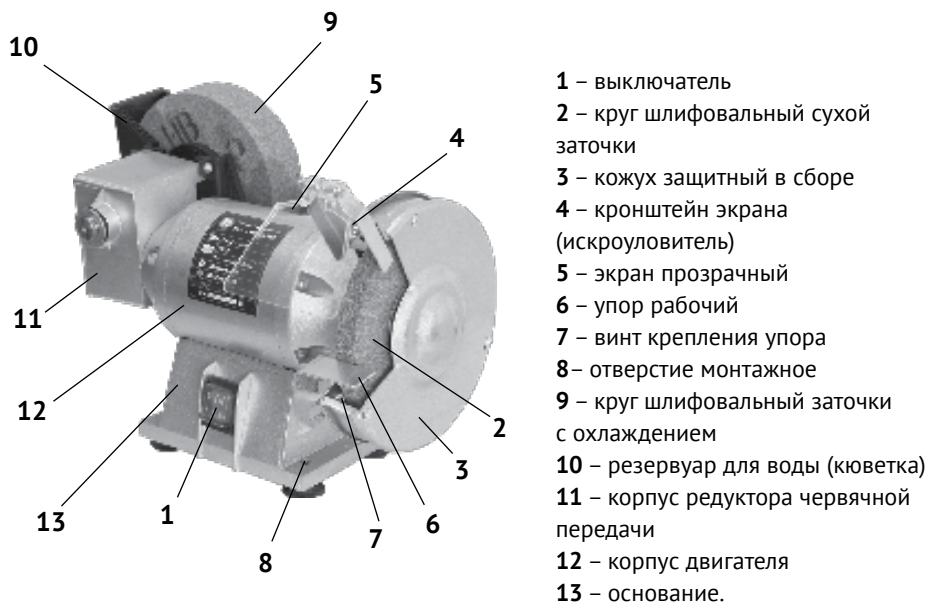

рис. 1
1.6 Общий вид точила представлен на рис.1
1.7 Точило состоит из асинхронного двигателя в металлическом корпусе (рис.1 поз.12) закреплённом на основании (рис.1 поз.13). На якорь двигателя справа, между опорным и зажимным фланцами крепится шлифовальный (точильный) круг (рис.1 поз.2) для сухой заточки. Для безопасной работы на корпусе двигателя смонтирован защитный кожух (рис.1 поз.3). На кожухе крепятся: кронштейн прозрачного (защитного) экрана (рис.1 поз.4) и рабочий упор (рис.1 поз.6), обеспечивающий опору затачиваемому инструменту. Слева к корпусу двигателя крепится корпус редуктора (рис.1 поз.11) червячной передачи. Крутящий момент с якоря двигателя передаётся на вал червячной передачи, расположенный перпендикулярно оси двигателя. На вал, между опорным и зажимным фланцами, крепится шлифовальный (точильный) круг (рис.1 поз.9) для заточки с охлаждением. Круг расположен в пластиковом резервуаре (кюветке) с водой (рис.1 поз.10), закреплённом на корпусе редуктора.
1.8 Выключатель (рис.1 поз.1) расположен на основании точила (рис.1 поз.13). Он имеет два фиксированных положения, обозначенных символами: «1» - включено и «0» - выключено.
2.1.1 Установите точило на верстаке (рабочем столе) и закрепите винтами (саморезами), используя крепёжные отверстия (рис.1 поз.8).
2.1.2 Закрепите на кожухе, используя крепёж из комплекта поставки, рабочий упор (рис.1 поз.6) и кронштейн (рис.1 поз.4) защитного прозрачного экрана (рис.1 поз.5).
- открутив три винта, снять наружную часть защитного кожуха (рис.1 поз.3);
- слив воду из резервуара (рис.2Б поз.10), снять его с корпуса редуктора (рис.1 поз.11);
Экран прозрачный (рис.1 поз.5) защищает глаза и руки оператора от искр, летящих от затачиваемого инструмента. Всегда используйте его при работе. При первоначальной установке и по мере износа шлифовального круга сухой заточки, периодически проводите регулировку установки кронштейна экрана (рис. 3 поз.4). Кронштейн экрана (искроуловитель) устанавливается на минимальном расстоянии от поверхности круга (2 мм). Это позволяет задерживать абразивные частицы, отлетающие от круга в сторону оператора. Установка кронштейна:
- установив прозрачный экран (рис.1 поз.5) в нужном положении, зафиксировать его гайкой (рис.3 поз.20).
Для компенсации износа шлифовального круга необходимо периодически производить регулировку рабочего упора (рис.1 поз.6):
- ослабить винты крепления упора (рис.1 поз.7);